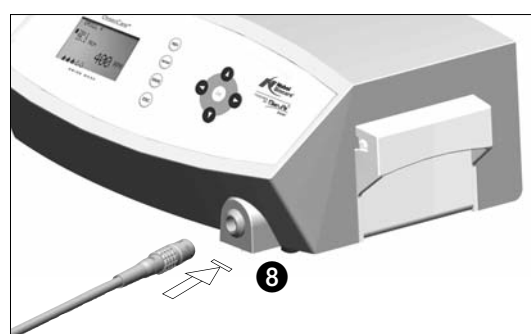

fig. 3
E. Conecte el cable del micromotor a la salida del motor, orientando la toma y la clavija con la ranura de posicionado de la toma **fig. 3**.